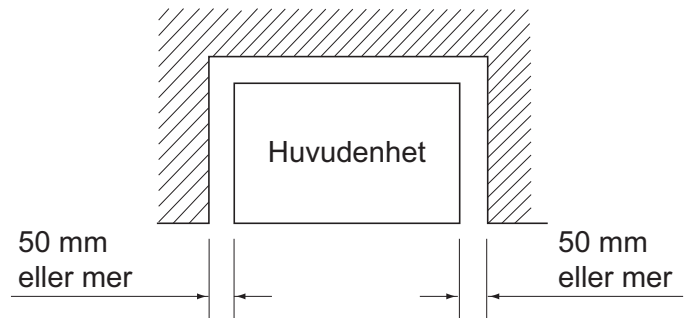

Bild 2
(1) Välj en installationsplats där följande villkor är uppfyllda och som har din kunds godkännande.
- Där ingenting blockerar luftintaget och -utblåset, och där det finns tillräckligt med utrymme för underhåll och utförande av service. **(Se bild 2)** (Om detta inte kan ordnas kan kapaciteten sjunka pga. kortslutning.)